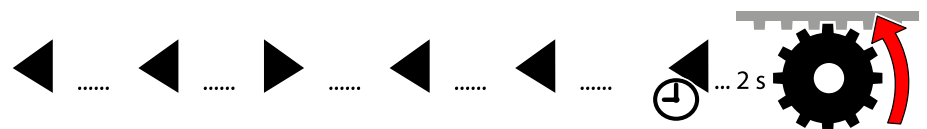

Abb. 103: Endlageneinstellung – Löschen der linken Endlage
- ➔ Fahren Sie an die linke Endlage und löschen Sie beide Endlagenpositionen mit folgender Tastenkombination (siehe Abb. 103).